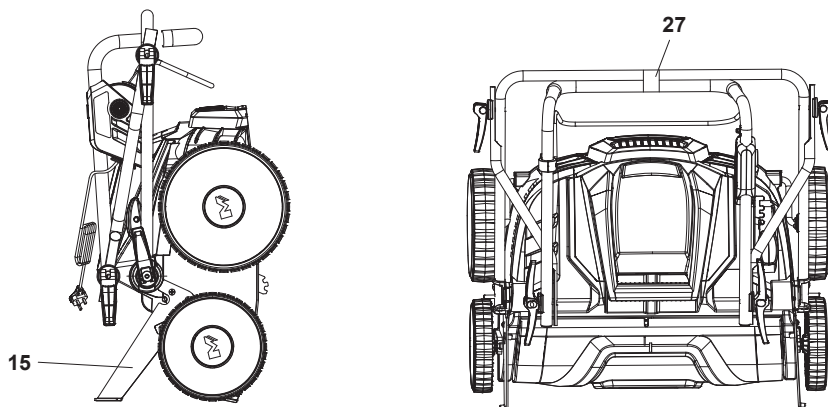

Fig. 16
3. Pliază ansamblul mânerului, blocând bara inferioară a mânerului în poziția a 3-a (depozitare) și apoi pliind barele mediane și superioare a mânerului. Întoarce mașina și pune-o pe sol pe cele două console (15) pentru a economisi spațiu de depozitare. Fixează mânerul cu colierul pentru cabluri furnizat (27), pentru a împiedica deschiderea ansamblului mânerului (Fig. 16).